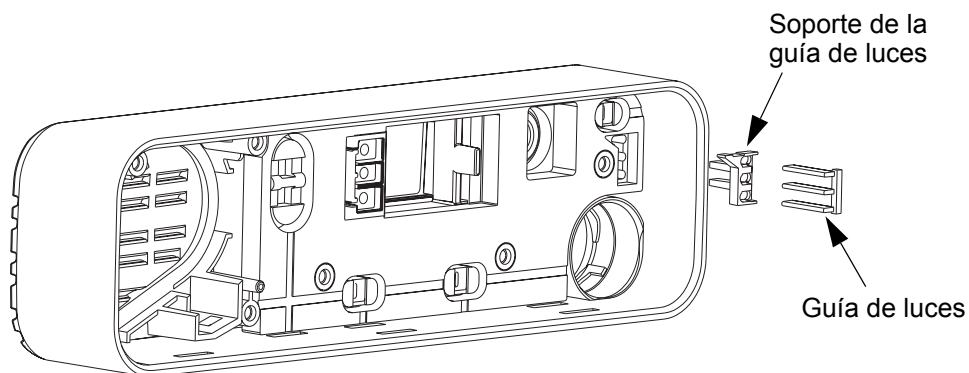

Figura 5-33 Montaje de la guía de luces y el soporte de la guía de luces
4. Monte la guía de luces y el respectivo soporte en la ranura del teclado como se muestra en la Figura 5-33.